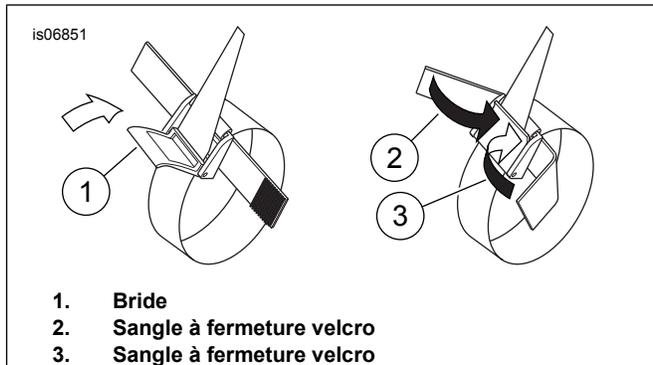

Figure 4. Blocage et immobilisation du collier
6. Voir Figure 4. Serrer autant que possible chaque sangle et bloquer le collier (1). Faire passer les sangles à fermeture velcro (2 et 3) par-dessus le collier fermé pour l'immobiliser.